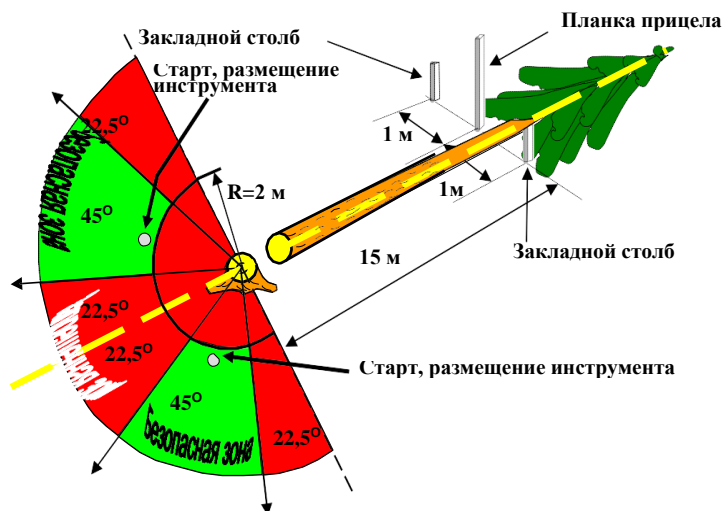

Рис. 6. Направление падения
- Участник объявляет точное направление, в котором он собирается валить дерево; это направление размечают и устанавливают столбики-метки (рис. 6).
- Указать линии старта (рис. 6).
- Размещение пил и инструментов за стартовой линией перед стартом показано на рис. 6.
Перед стартом участник в течение 3 минут может осмотреть дерево и определить направление ветра. Участник точно определяет направление, в котором он будет валить дерево (направление может быть любым – 360°). Участник ставит или показывает, где поставить заостренный столбик длиной 1,5 метра на расстоянии 15 метров от дерева. Столбик должен иметь форму, чтобы не помешать падению дерева. Участник должен в течение 2 минут определить направление, в котором будет падать дерево. Помощник судьи устанавливает две дополнительные вешки высотой 50 см на расстоянии 1 метр по обеим сторонам от столбика (рис. 6). Если нельзя установить вешки точно на указанном расстоянии (мешает пень и т.п.), то в протокол вносится то расстояние, на котором фактически установлены вешки. В это время участник может подготовить место вокруг дерева (удалить кустарник и утрамбовать землю вокруг ствола). Перед стартом пила и инструменты должны находиться в безопасной зоне за стартовой линией (рис. 6). После команды на старт участник может перемещать инструменты, как ему удобно. Время от сигнала на старт до момента, когда дерево коснется земли, измеряется двумя секундомерами. Если участник начнет упражнение слишком рано (до сигнала судьи), ему начисляют 20 штрафных баллов. Если дерево не падает на основной колышек (планку прицела), то соответственно изменяется направление безопасной зоны (рис. 7)